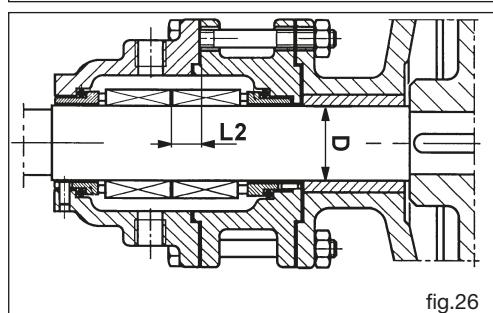

fig.26
- Infilare la flangia-supporto (09).
- Montare il portatenuta (77) con inserita la parte fissa della tenuta (66.1).
- N.B. La tabella indica il diametro D dell'albero e la distanza L2 tra la tenuta (66.1) e il portatenuta (77), con la flangia-supporto (09) non bloccata ma appoggiata al retro del rotore (fig. 26).**
- Montare il portatenuta (81) con la parte fissa della tenuta (66.2) montata precedentemente.